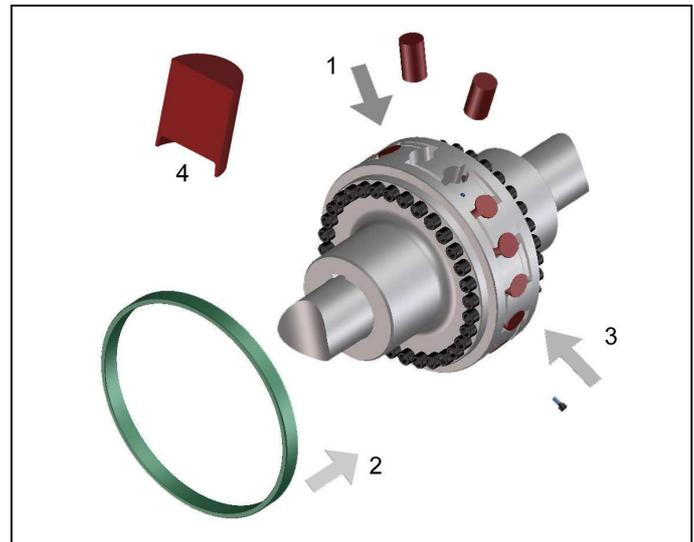

Bild 15
- Entfernen Sie zuerst die Halteschrauben (Bild 15, Pos. 3) und anschließend den Haltering (Bild 15, Pos. 2).
- Nehmen Sie die Puffer (Bild 15, Pos. 1) heraus.
- Setzen Sie neue Puffer in der passenden Größe und aus dem richtigen Material mit der Aushöhlung nach innen ein (Bild 15, Pos. 4).
- Schieben Sie den Haltering (Bild 15, Pos. 2) bis zur Anlagefläche am Klauenring so auf, dass er mittig über den elastischen Puffern sitzt.